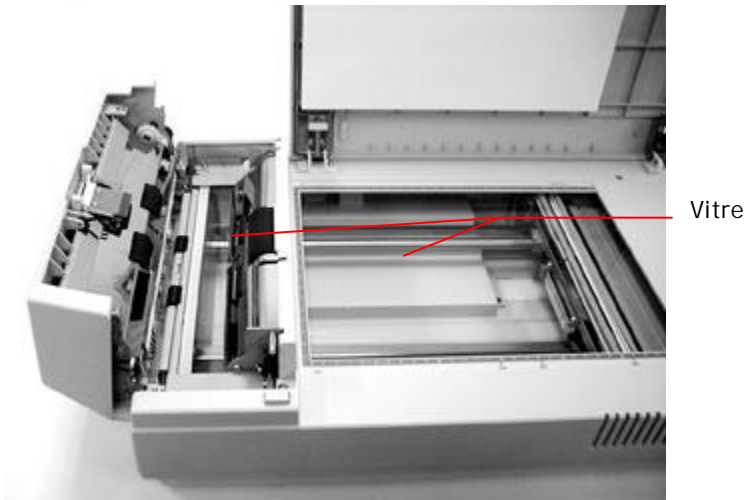

Figure 3-2 - Zone de nettoyage
- ii) Ouvrez l'ADF et le couvercle selon la figure 3-2. Essuyez la vitre du scanner et de la zone de l'ADF de gauche à droite.